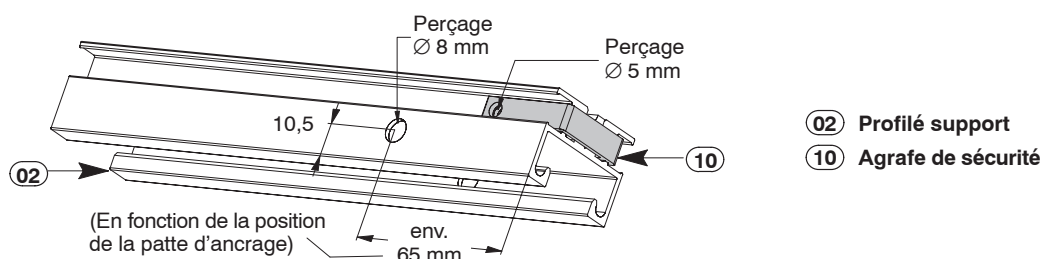

Figure 7b : Assemblage du set de chevillage
Préparer les profilés support, comme l'indiquent les figures 7b/8b, avant leur transport sur le toit. Après l'assemblage de l'agrafe de sûreté, l'écrou prisonnier peut être inséré dans la rainure du profilé depuis le haut.
- 1.) Réaliser les perçages (\varnothing 8 mm) sur chaque côté du profilé support selon les cotes indiquées à la figure 7b.